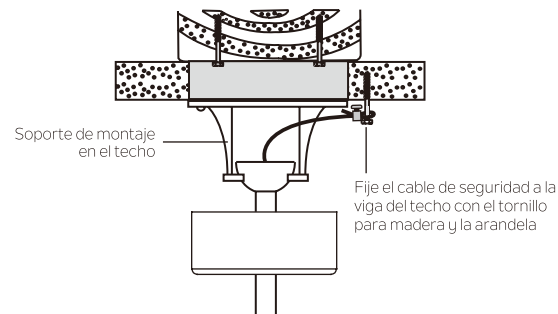

Figura 11
Paso 1. Fije el tornillo para madera y la arandela a la viga del techo que se encuentra junto al soporte de montaje del techo, pero no los apriete. (Figura 11)